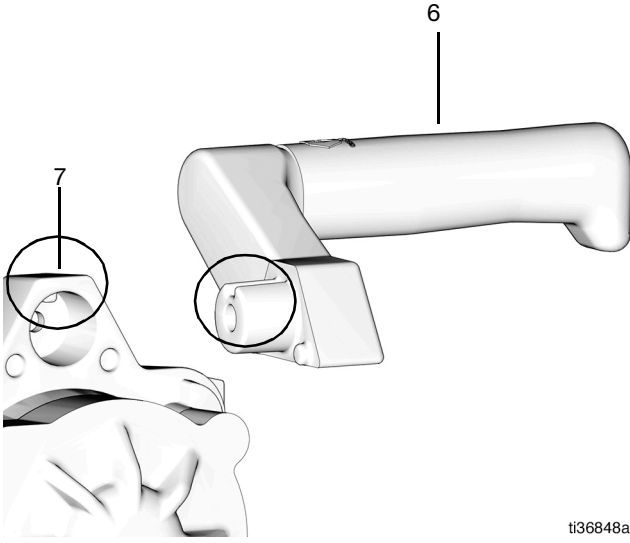

图 12
12. 将手柄上的插槽与泵 (7) 背面的孔中的钥匙对准，然后将手柄 (6) 插入孔和钥匙中 (图 12)。